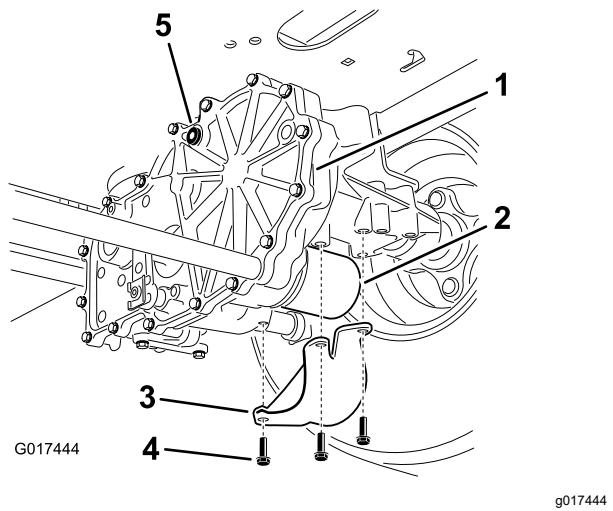

Figura 62
4. Localice el filtro y los protectores de cada sistema de tracción del transeje (Figura 62).
5. Retire los 3 tornillos que sujetan el protector del filtro, y retire el protector (Figura 62).